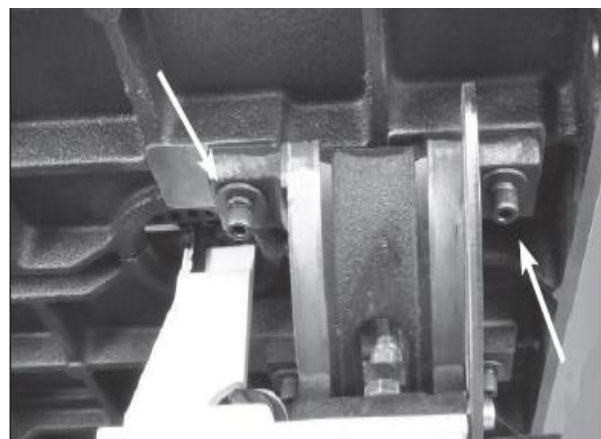
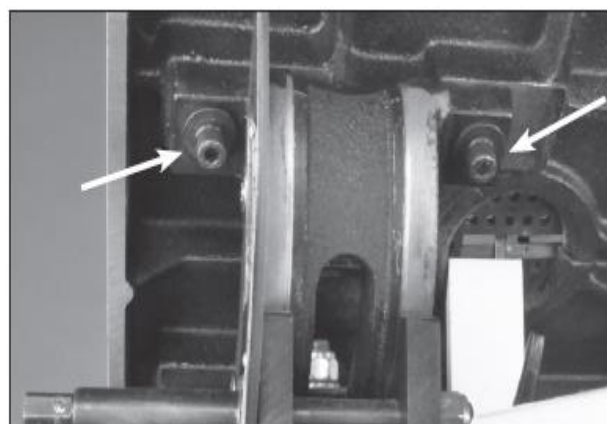

Рис. 2
Рис. 3
2. Прикрепите стол к цапфе с помощью четырех винтов с шестигранной головкой, пружинных шайб и фиксаторов (детали № 12В, 11В, 10В). Установите два болта справа от лезвия, затянув их только вручную. Рис. 2. Затем наклоните стол на 45 градусов и установите два болта слева от лезвия. Рис. 3. В данный момент не затягивайте болты полностью. Верните стол в горизонтальное положение.